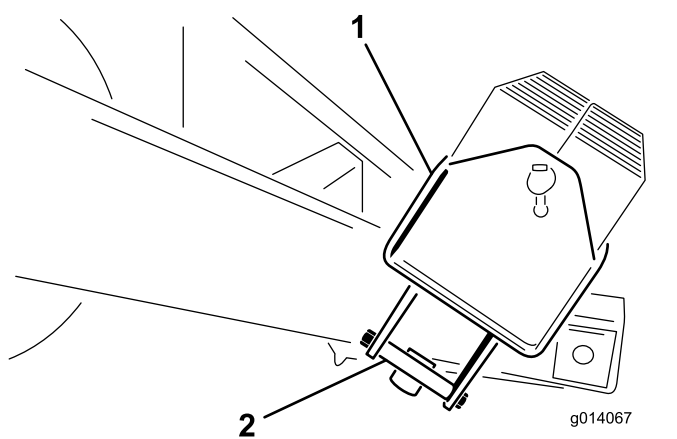

Figura 5
2. Retire os parafusos ($\frac{1}{2} \times 5\frac{1}{2}$ pol.) do suporte de montagem que segura a caixa de pesos. Descarte os suportes de montagem (Figura 5).